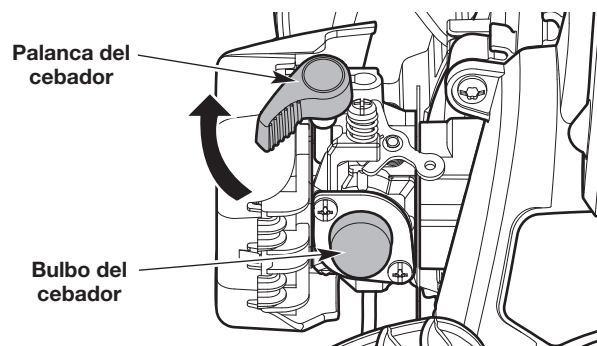

Fig. 7
1. Oprima y suelte despacio la pera del cebador **10 veces** (Fig. 7).
3. Levante la palanca del cebador hacia la derecha hasta que haga clic (Fig. 7).